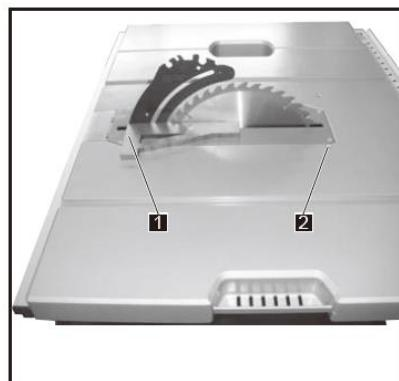

Рис. 27
6.7 Регулировка упоров для наклона на 45° и 90° (Рис. 27-Рис. 28)
Упор для наклона на 90° (Рис. 27)